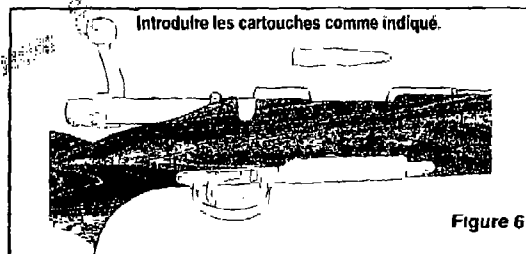

Figure 6
- 5 Introduire une cartouche du bon calibre sur le plateau de chargeur ou dans la chambre. Voir la figure 6.
- 5 Introduire 4 cartouches du bon calibre (une à la fois) dans le magasin. Si l'arme à feu est un magnum on ne peut introduire que 3 cartouches. Si l'arme à feu est de calibre 17, 222 ou 223 le magasin peut recevoir 5 cartouches. Maintenez les cartouches dirigées vers la chambre. Voir la figure 6.
- 8 Mettez une cartouche du bon calibre dans la chambre. Voir la figure 6